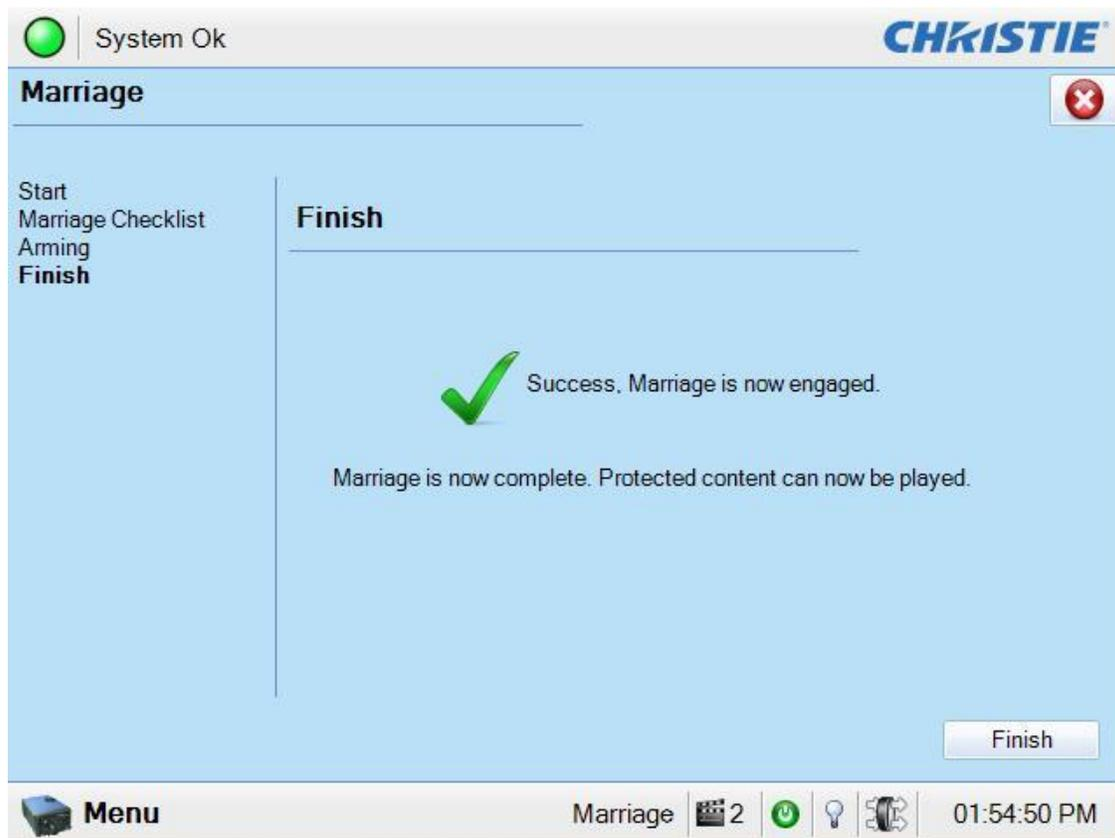

Figura 27: Tela Finish da janela Marriage
- Na janela Arming, clique no botão Arm Marriage (Figura 26). Será iniciado um contador com 30 segundos. O LED no botão Marriage da placa PI piscará com a cor verde por três segundos. Você **DEVE** pressionar o botão Marriage na placa PI enquanto a luz verde estiver piscando para que a combinação entre em vigor. O botão deve ser pressionado até que a combinação seja bem-sucedida, o que é indicado pela mensagem "Marriage is now engaged" e a exibição de uma grande marca de verificação verde. Quando a combinação for bem-sucedida, o botão do LED deixará de piscar e ficará aceso na cor verde. O botão ficará vermelho novamente se você não tiver pressionado o botão Marriage a tempo e será necessário realizar a operação novamente. Quando a combinação for bem-sucedida, será exibido um LED verde no painel de toque e o botão Marriage permanecerá verde (Figura 27).
- Clique no botão Finish (Figura 27) para voltar à tela inicial (Figura 28).